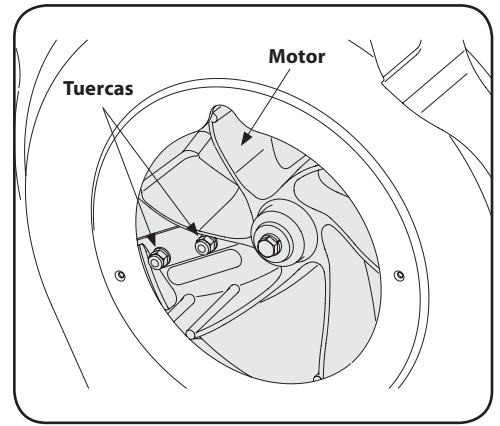

Figura 5-9
15. Es posible alcanzar las tuercas de los tornillos de cabeza plana desde la parte inferior, mediante una llave universal de 1/2 pulg. con extensión. Vea la Figura 5-9.